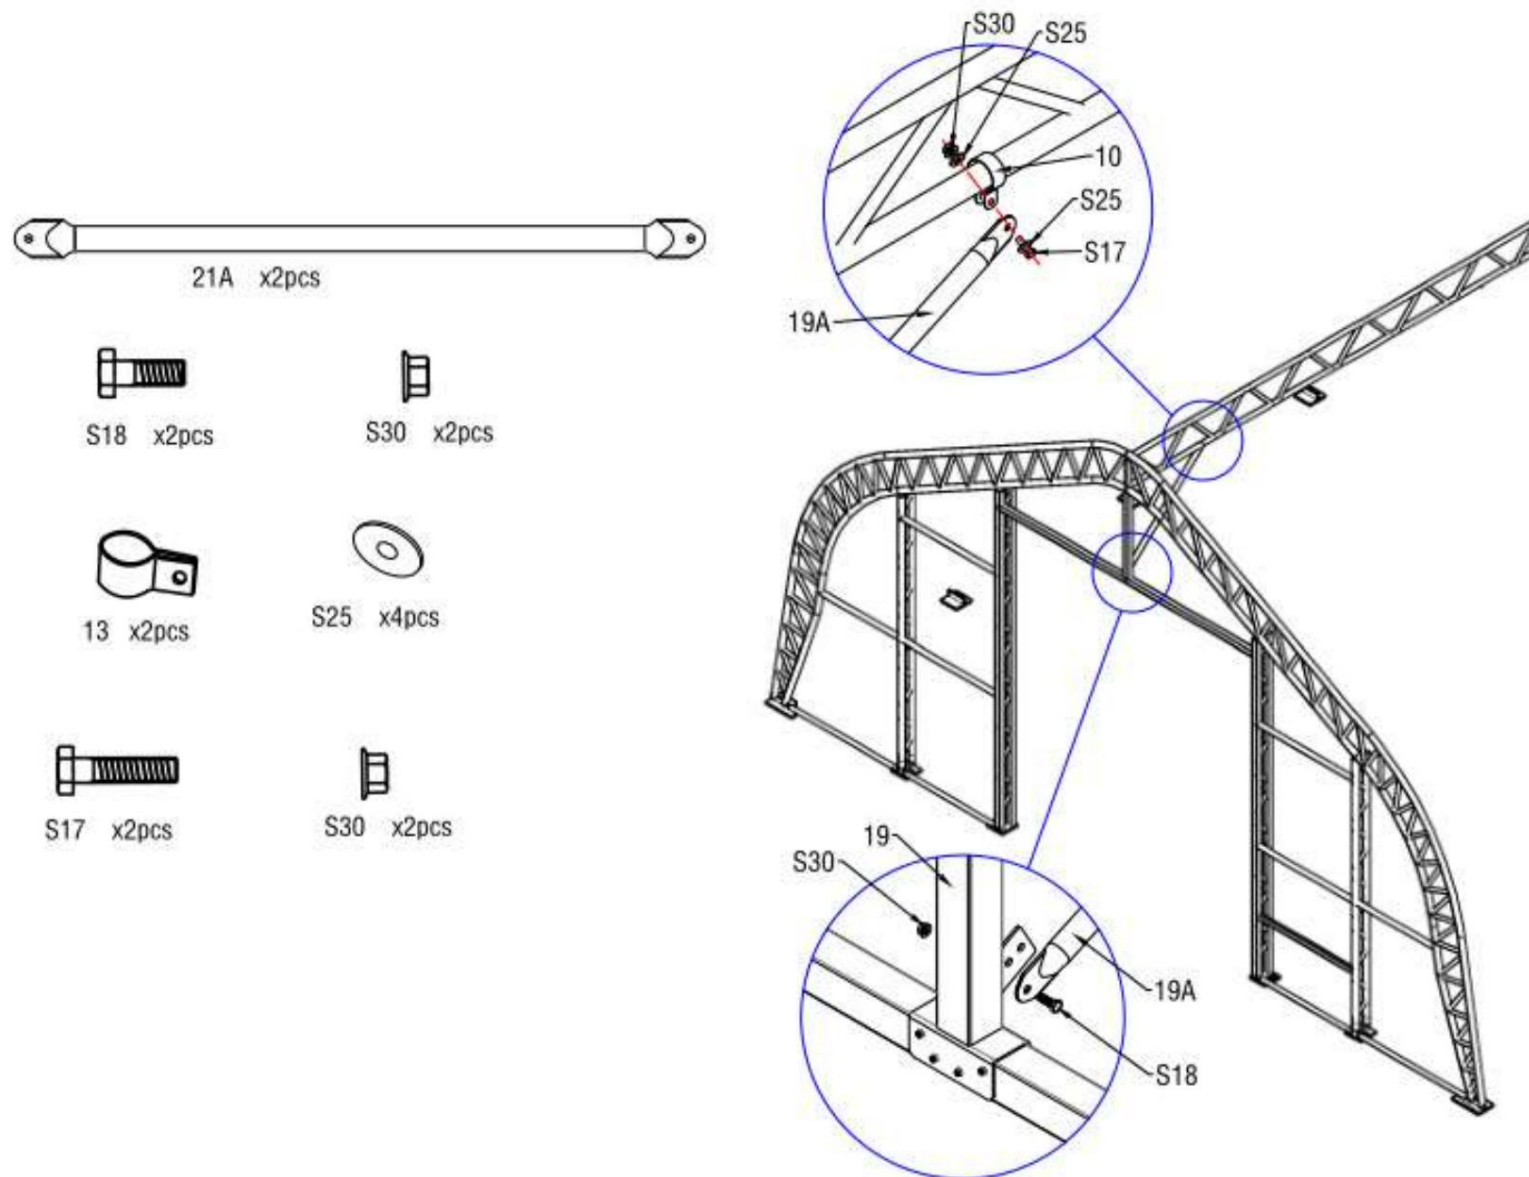

Figure 15
2. Fixez les clips (n° 13) sur les pannes à double ferme (n° 8) et installez le tube de support diagonal pour poutre de porte (n° 21A) sur les clips comme indiqué sur la figure 15. Veuillez fixer le tube de support diagonal pour poutre de porte (n° 21A) entre le cadre de porte et les pannes à double ferme (n° 6) à l'aide des vis M10x30 (n° S18) et M10x50 (n° S17) avec une rondelle plate M10 (n° S25).